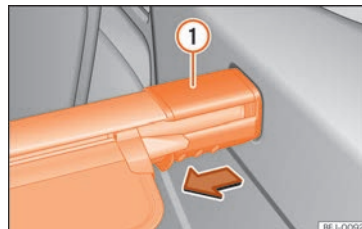

Fig. 119 Na bagageira: desmontar a chapeleira da bagageira.
- Pressione o suporte da cobertura »» Fig. 119 ① no sentido da seta e mantenha-o nesta posição.
- Solte o suporte da cobertura »» Fig. 119 ①.